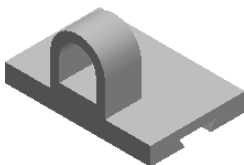

图 5.2.17 等轴测视图
-  (等轴测视图): 单击此按钮, 可将模型视图旋转到等轴测三维视图模式, 如图 5.2.17 所示。